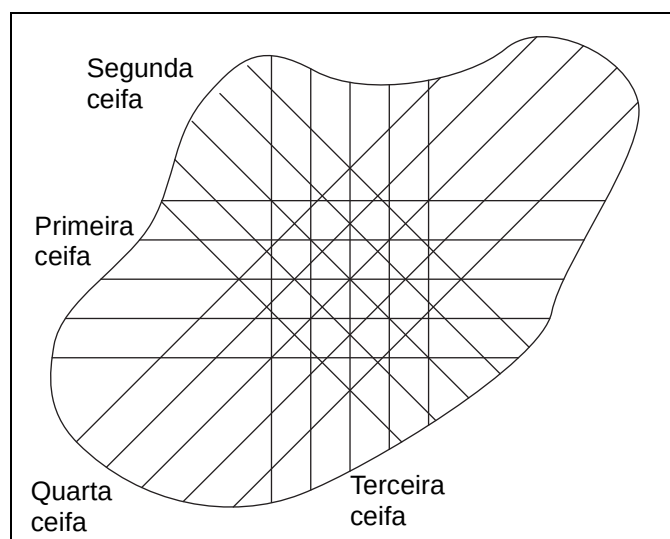

Figura 5D
5. Para uma ainda mais superfície de execução e aparência mais limpa, altere o padrão de corte de cada vez que o relvado é aparado. Os padrões exibidos na **Figura 5D** são sugestões apenas, o operador ou curso superintendente pode arranjar padrões para se adaptarem a cada relvado